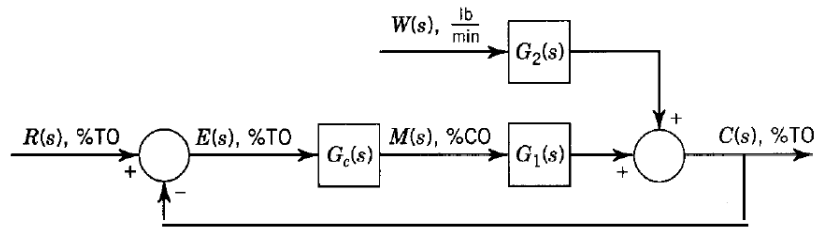

Figura 1: Diagrama de blocos.
7. Uma malha de controle de realimentação é representada pelo diagrama de blocos da Figura 1 em que